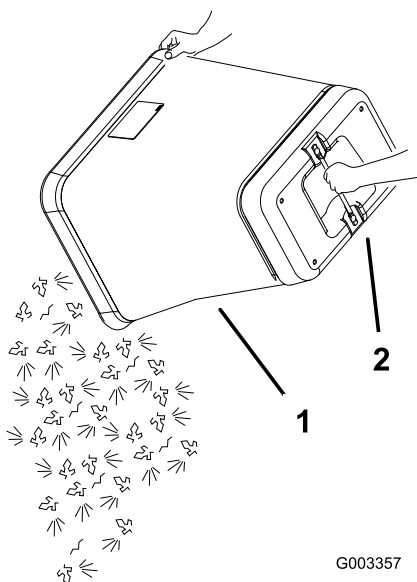

図 13
5. バッグの下についている取っ手を握り、バッグを上下逆さまにして刈かすを捨てる 図 13。